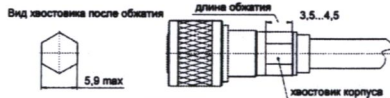

Рисунок 11
- 4.3 Вставить хвостовик корпуса в окно «А» матрицы, предварительно установленной в обжимные клещи на длину $(3,5-4,5)$ мм (рисунок 11).